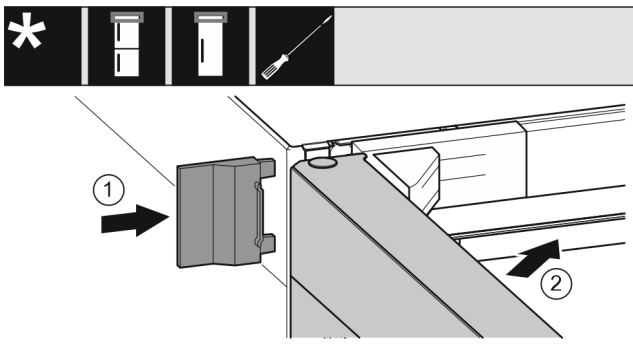

Fig. 23
- ▶ Buitenste afdekking Fig. 23 (1) erop schuiven.
- ▶ Bovenste deur Fig. 23 (2) sluiten.